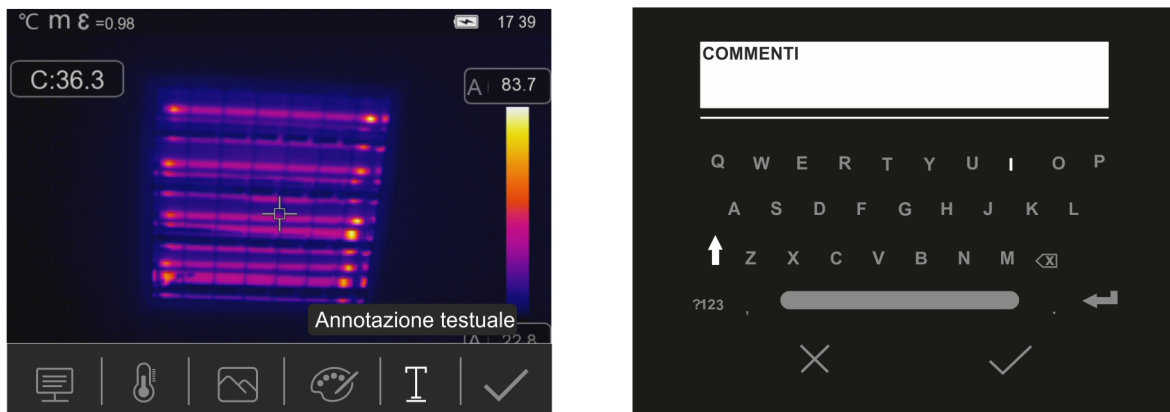

Fig. 45: Inserimento annotazione testuale nell'immagine
4. Toccare l'icona "📄" per inserire un'annotazione testuale nell'immagine. La videata di Fig. 45 – parte destra è mostrata a display